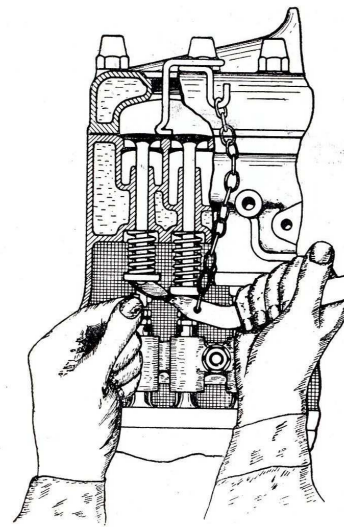

Abb. 7.
c) Das Demontieren und Einschleifen der Ventile. — Nach längerem Gebrauch wird der konische Aussenrand der Ventile angegriffen. In diesem Falle muss ein neues Einschleifen vorgenommen werden. Um dieses Nachschleifen zu ermöglichen, verfähre man wie dies aus Abbildung 7 ersichtlich ist. Am besten wird der Ausbau der Ventile vorgenommen unter Handhabung des Spezialschlüssels « MATHIS », der mit jedem Werkzeug mitgeliefert wird.